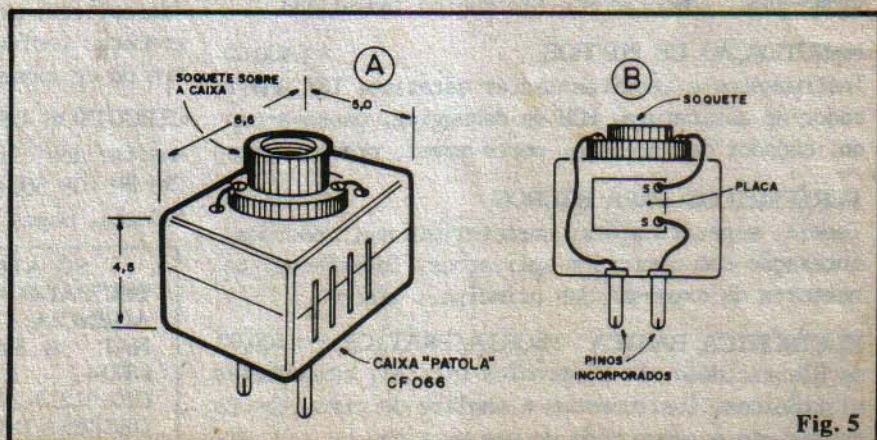

Fig. 5
● **FIG. 5** - Sugestão para o "encaixamento" do circuito. Como já mostrado e enfatizado, o circuito do FOGE fica "entre" a lâmpada controlada e a C.A. presente - por exemplo - numa tomada aí da casa
- 1 - Caixa para abrigar a montagem (ver sugestão da fig. 5).